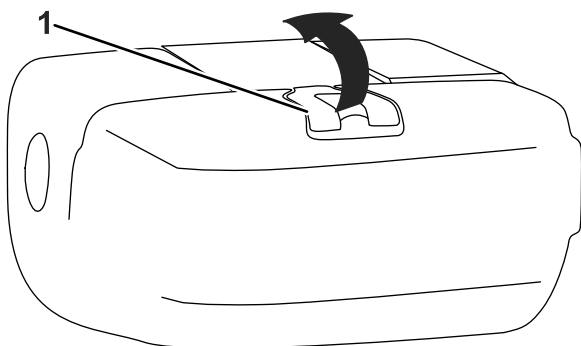

Figura 9
3. Limpie alrededor del tapón del depósito de combustible y retire el tapón (Figura 9).
5. Instale el tapón del depósito de combustible firmemente (Figura 9).